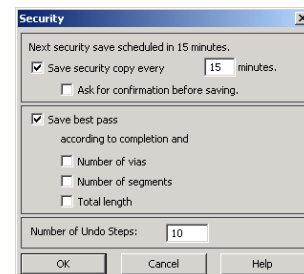

Рис. 3. Настройки команды отката Undo.
5. Выполним команду меню Configure | Security и в появившемся окне Security (рис. 3) в поле Number of Undo Steps зададим максимальное число сохраняемых шагов отката равное 10.